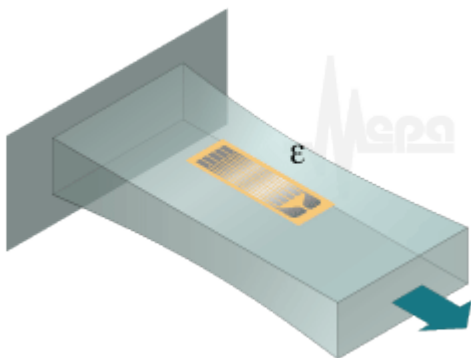

Рис. 121 - Схема наклейки ТР для измерения деформаций сжатия/растяжения.
- одноосевая деформация (растяжение/сжатие). Схема наклейки на Рис. 121;
Схема наклейки тензорезисторов для измерения деформаций растяжения/сжатия показана на Рис. 121. Активный тензорезистор монтируется на деформируемую конструкцию вдоль оси растяжения-сжатия. Деформации изгиба должны быть минимальными, т.к. они вызывают искажения результатов измерений.